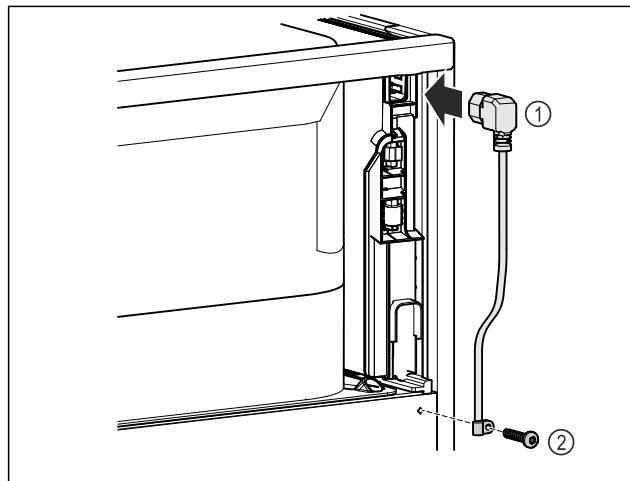

Fig. 9
- Vtičnica hladilne naprave napeljave omrežnega priključka Fig. 9 (1) na zadnji strani naprave.
- Namestite element za sproščanje napetosti. Fig. 9 (2)